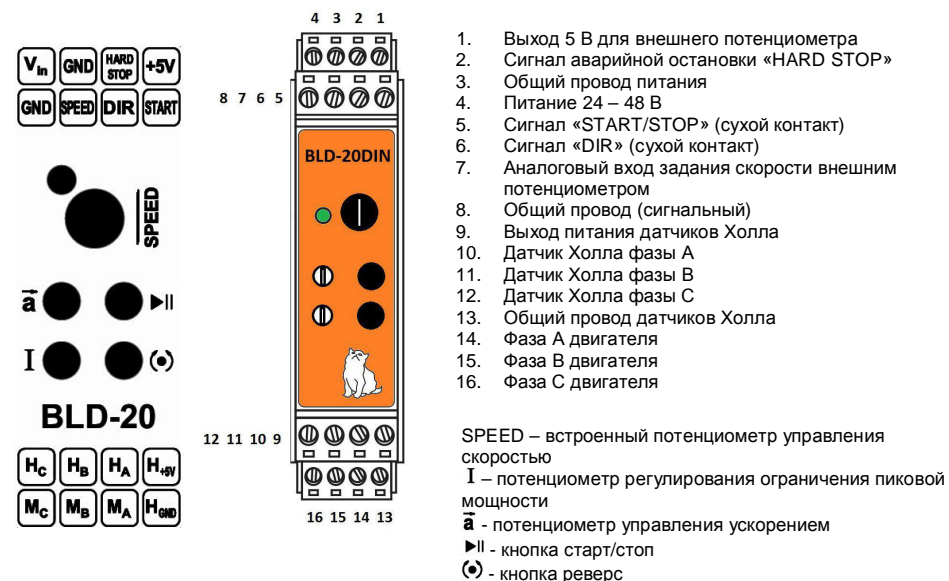

Рис. 2. Схема расположения и назначение клемм и элементов управления.
Схема подключения приведена на Рис. 2
Схема расположения и назначение клемм представлены на рис. 2.
1. Выполните соединение устройства с двигателем – в соответствии со схемой на рис. 2. Фазы двигателя подключаются к клеммам 14 - 16. Сигналы датчиков Холла двигателя подключаются к клеммам 10 – 12. Земля датчика Холла подключается к клемме 13, питание датчиков Холла к клемме 9.